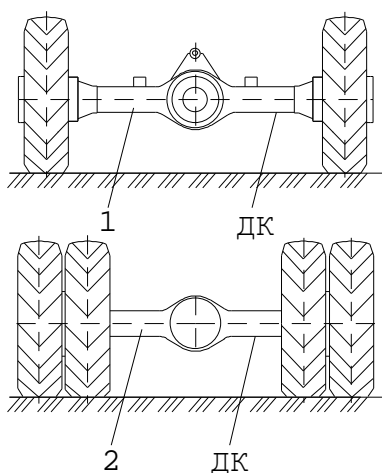

Рис. 8 Места для установки домкратов и подставок
5. Установите под ходовую раму экскаватора подставки (рис. 8) так, чтобы колеса не касались земли; опустите рабочее оборудование на землю, не допуская возможности самопроизвольного сдвига его в период хранения под действием собственного веса; старайтесь максимально втянуть штоки внутрь гидроцилиндров, чтобы уменьшить коррозию штоков.